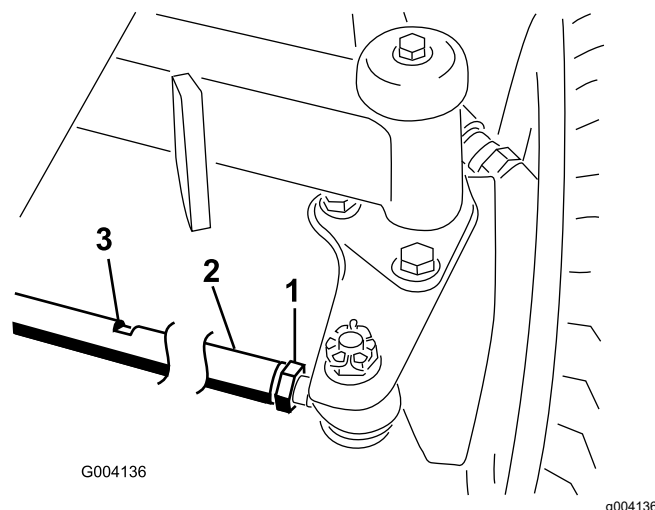

Figura 110
1. Afloje las contratuercas de ambos extremos del tirante (Figura 110).